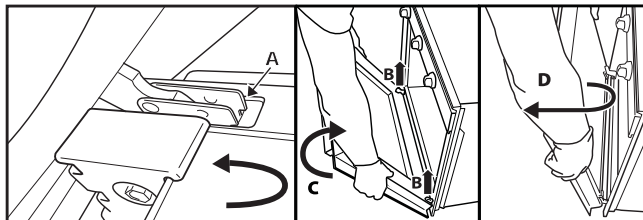

Bild 2
3. Stäng luckan till spärren (A), lyft den (B) och vrid runt den (C) tills den lossnar (D) (Bild 2).